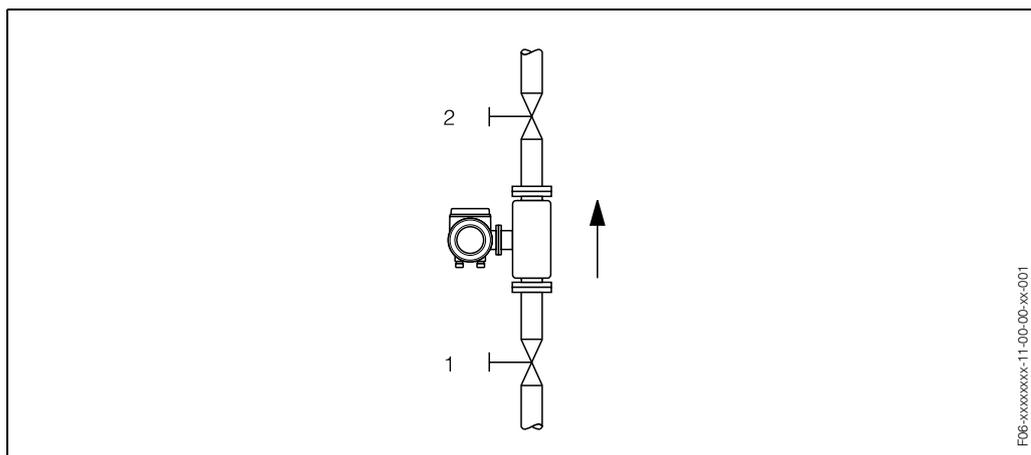

Fig. 17: Коррекция нулевой точки и отсечные клапаны
- Коррекция выполняется при полностью заполненных измерительных трубах и при нулевом расходе ($v = 0$ м/с). Это достигается, например, установкой отсечных клапанов до и/или после сенсора или за счет использования имеющихся клапанов и задвижек (Рис. 17):